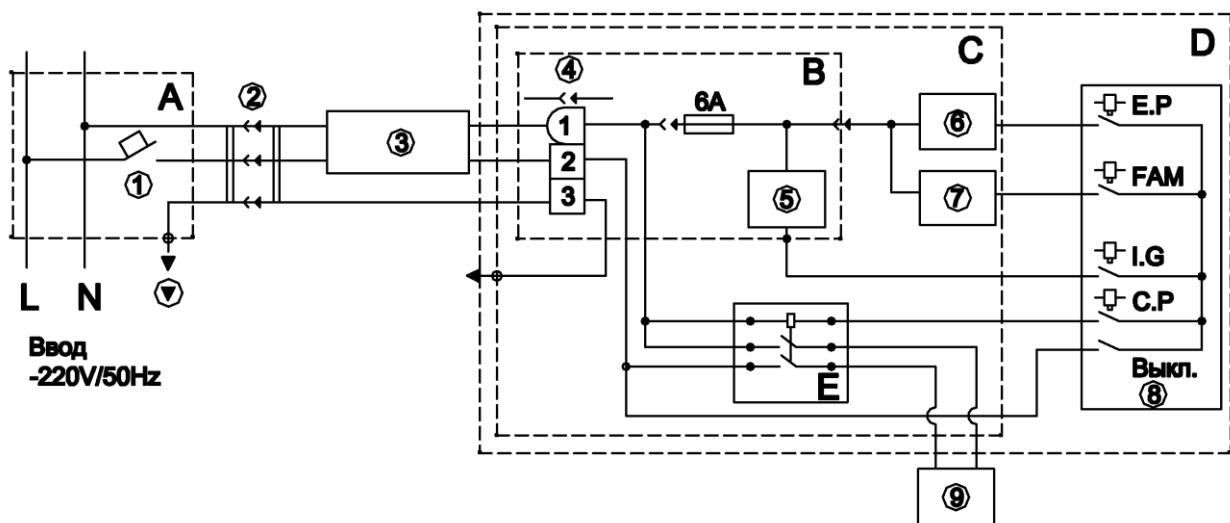
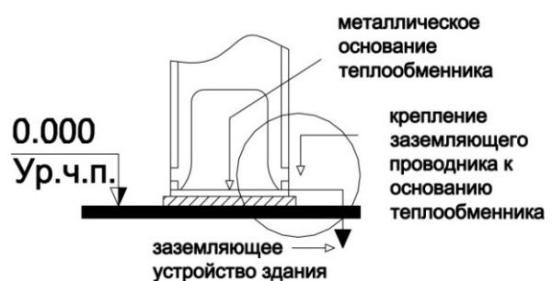
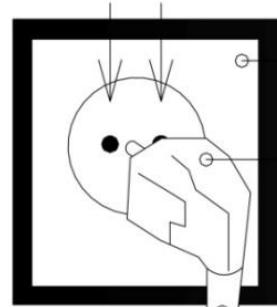

Рис. 23
Рис. 24.1.
Рис. 24.2.
2. Подключение котла к электрической сети. (Рис. 23)
2.1. Подключение котла к электрической сети отапливаемого объекта выполняется, как показано на схеме подключения котла к электросети (см. рис. 24.1. и рис. 24.2.).
2.2. Электрическое оборудование котла должно питаться от одного источника электроэнергии и выключаться при помощи одного выключателя. Для этого, на обогреваемом объекте, электропитание котла (см. рис. 23.) выполняется от распределительного шкафа «А», и отдельного автоматического выключателя 1.
3.4. Подачу электропитания на котел выполняет электрический соединитель, состоящий из розеточной и вилочной частей, рис. 24.2. Включение/выключение электропитания автоматики котла выполняет выключатель на блоке управления. Однако, когда выключатель на блоке управления находится в положении «Выключено», электропитание продолжает обеспечивать работу узла безопасности котла.
4. Заземление котла, (см. рис. 24.1.)
4.2. Местом для крепления заземляющего устройства является металлическое основание теплообменника (рис. 24.1.) в котлах с тепловой мощностью до 30000 ккал/час, или основание корпуса котла с тепловой мощностью более 30000 ккал/час.
6. Порядок включения котла в электророзетку. (Рис. 24.2)
6.1. Коммутация проводов на электророзетке выполняется, как показано на рис. 24.2. Слева от лицевой стороны электророзетки к контактному винту подключается фазовый провод «L», справа к контактному винту подключается нулевой провод «N».
разъемного соединения 3 PIN (см. поз.4 на «Схеме подключения котла к электрической сети», Рис. 23) через питающий провод соединяется с штифтом «L» электровилки (см. рис. 24.2.). Штифт «L» электровилки соединяется с гнездом «L» электророзетки.